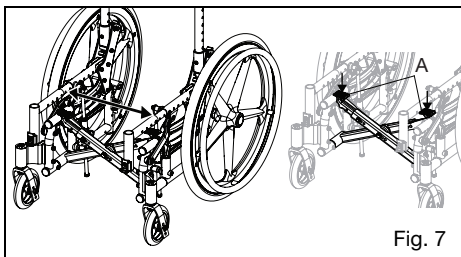

Fig. 7
2. Tire de ambos lados de la silla separándolos y empuje hacia abajo en la almohadilla de la cruceta de extensión (Fig. 7:A) para asegurarse de que las crucetas estén en su sitio.